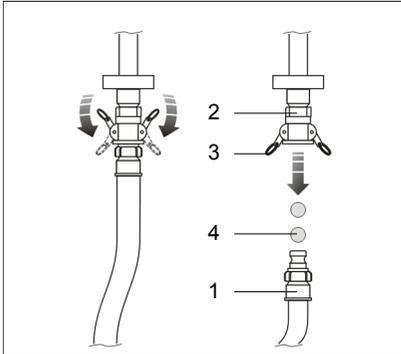

FIG.33 (Scollegamento del tubo trasporto materiale e inserimento palline in gommaspugna per pulizia)
- 1) Scollegare il tubo trasporto materiale (FIG.33-Rif.1) dall'attacco (FIG.33-Rif.2) tirando le leve laterali (FIG.33-Rif.3);